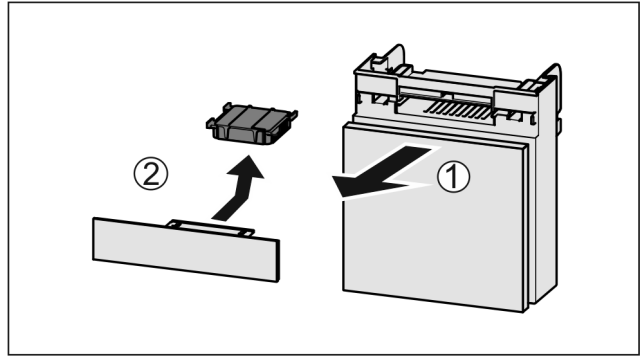

Fig. 116
- ▶ Retire el compartimiento hacia delante Fig. 116 (1).
- ▶ Retire el filtro de carbón activo Fig. 116 (2).